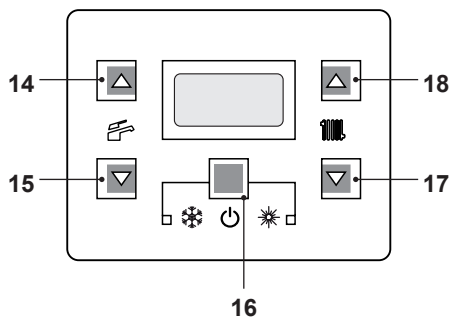
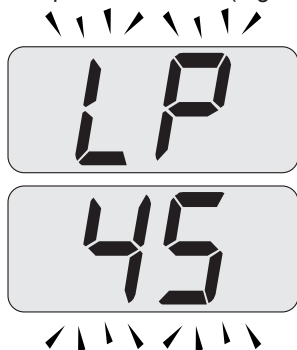
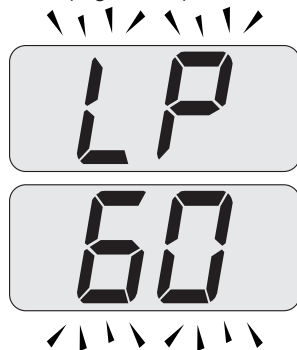

Figura 7.2
Figura 7.4
Figura 7.8
- Entrare in "modalità programmazione" premendo contemporaneamente per 10 secondi i tasti 16 - 17 - 18 (Figura 7.2) fino a far apparire sul display LCD le lettere **Pr** che si alternano con il codice **01**, indicanti l'entrata nel "parametro 01" (Figura 7.3).
- Premere contemporaneamente i tasti 17 e 18 (Figura 7.2) fino a far apparire sul display LCD le lettere **LP** che si alternano con il valore di temperatura dell'acqua di riscaldamento (es. **45**), indicanti l'entrata nell'attivazione della "funzione spazzacamino" alla potenza minima (Figura 7.4).
- Premere il tasto 18 (Figura 7.2) per entrare in modalità "spazzacamino alla potenza minima in riscaldamento". Sul display appare **hP** alternato alla temperatura dello scambiatore primario (Figura 7.5).
- Premere il tasto 17 (Figura 7.2) fino a far apparire sul display LCD le lettere **LP** che si alternano con il valore di temperatura dell'acqua di riscaldamento (es. **60**), indicanti l'entrata nell'attivazione della "funzione spazzacamino" alla potenza minima in sanitario (Figura 7.8).
- Spegnerne la caldaia tenendo premuto per 2 secondi il tasto 16 (Figura 7.2) fino a far apparire sul display LCD il simbolo  (Figura 7.9).